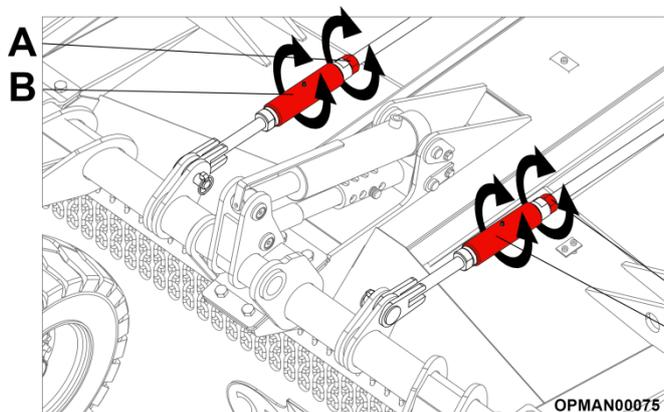

Abbildung 4.21 - Zugstangeneinstellung
- 4.7.1.3 Lösen Sie die Kontermuttern und drehen Sie dann die Zylindermutter auf den verstellbaren Zugstangen, siehe Abbildung 4.21 (A)
- 4.7.1.4 Sobald die gewünschte Höhe eingestellt ist, ziehen Sie die Kontermuttern wieder an, siehe Abbildung 4.21(B).